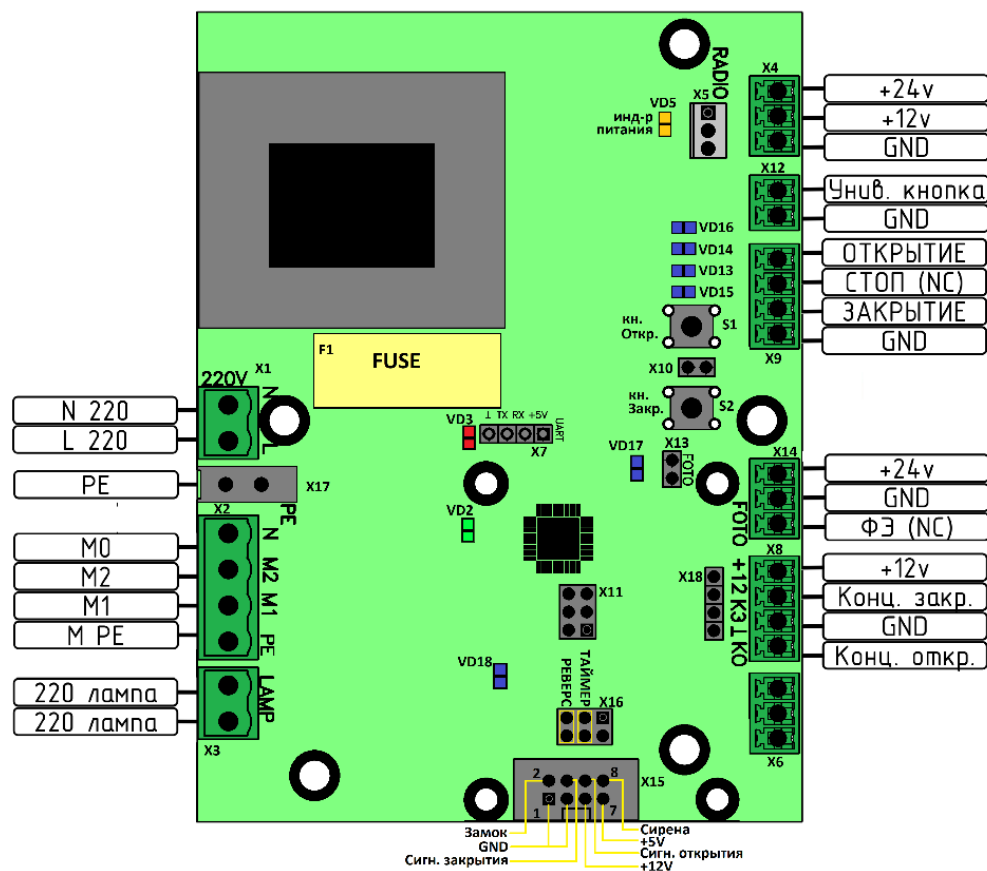

Рисунок 16
Питание шлагбаума однофазное, подключается к разъему X1, (см. Рисунок 16)
Фотоэлементы подключаются к разъему **X14** (см. Рисунок 16). Питание фотоэлементов – 24В.
При отсутствии фотоэлементов на переключателе **X13** (см. Рисунок 16) должен быть установлен джампер. При отсутствии перемычки шлагбаум не будет закрываться.
Подключается к разъему **X9** (см. Рисунок 16)
3. Блок перейдет в режим настройки задержки таймера. Количеством миганий индикаторов открытия и закрытия (см. Рисунок 16) отобразится текущее время задержки в секундах кратное 5. (3 мигания – 15 секунд)